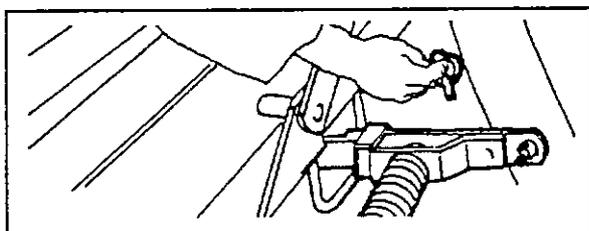

Bild 4-30
4. Arbeitsstrebte lösen (Bild 4-30).